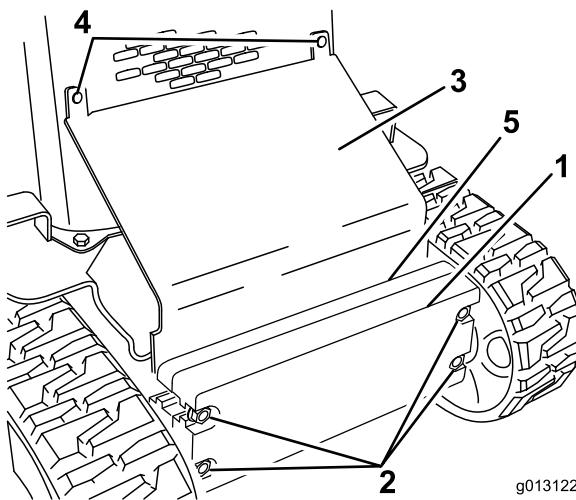

Figura 29
- Retire los pernos de cuello cuadrado y las tuercas que sujetan la chapa inclinada (Figura 29).
- Afloje los pernos que sujetan los pesos (Figura 29).
10. Deslice la chapa inclinada entre el bastidor y los contrapesos, y fíjela a la rejilla delantera usando los pernos de cuello cuadrado y tuercas que retiró anteriormente (Figura 29).
11. Apriete los pernos que sujetan los contrapesos delanteros (Figura 29).